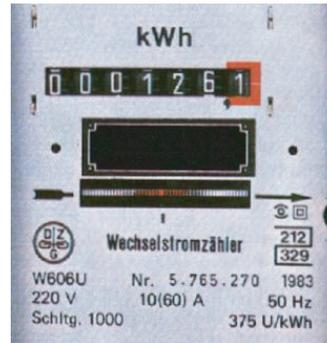

Fig. 2: Le panneau frontal d'un compteur de ménage.
- Parmi les caractéristiques du compteur (voir la fig. 2), on trouve l'indication de la constante du compteur. C'est le nombre de tours effectués par le disque du compteur pour une consommation de 1 kWh.